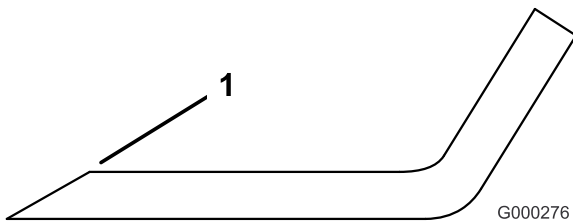

Figura 89
1. Utilize uma lima para afiar a aresta de corte em ambas as extremidades da lâmina (Figura 89). Mantenha o ângulo original. A lâmina manterá o equilíbrio se for retirada a mesma quantidade de material de ambas as extremidades de corte.